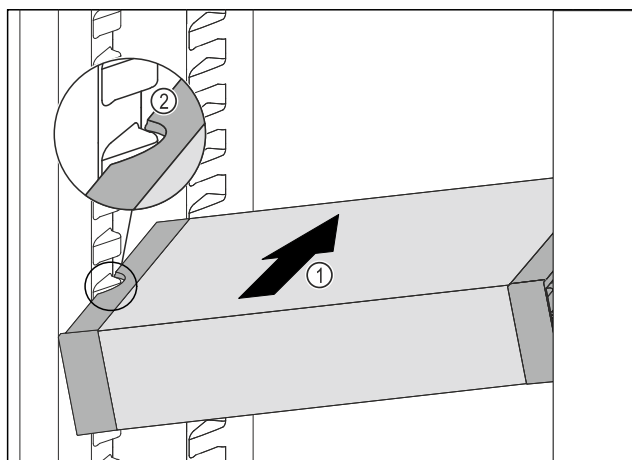

Fig. 114
- VarioSafe schuin in het koelgedeelte schuiven Fig. 114 (1), tot de uitsparingen aan de zijkant Fig. 114 (2) van de VarioSafe op de hoogte van de rib in het koelgedeelte zitten.